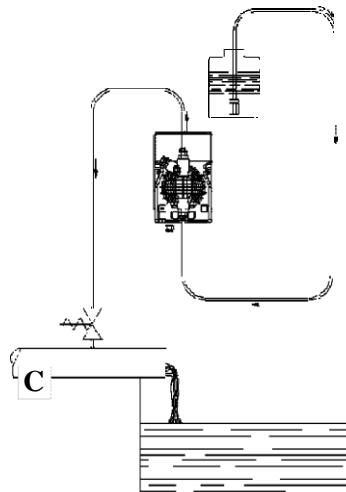

Fig. 6
6), controle periódicamente la funcionalidad de la válvula de inyección, ya que un uso excesivo podría hacer que cayera aditivo y entrara en la bomba (aunque el aparato esté apagado). Si se produjera el problema, inserte una **válvula de contrapresión C** (debidamente tarada entre la bomba dosificadora y el punto de inyección (Fig.6). Para los líquidos que generan vapores agresivos, no instale la bomba encima del depósito a menos que éste esté cerrado herméticamente.